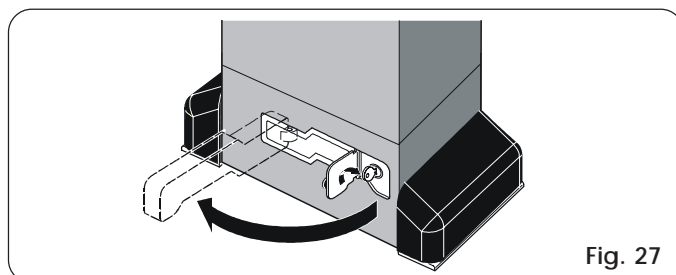

Fig. 27
- 2) Ruotare la chiave in senso orario e tirare la leva di sblocco come indicato in Fig. 27.